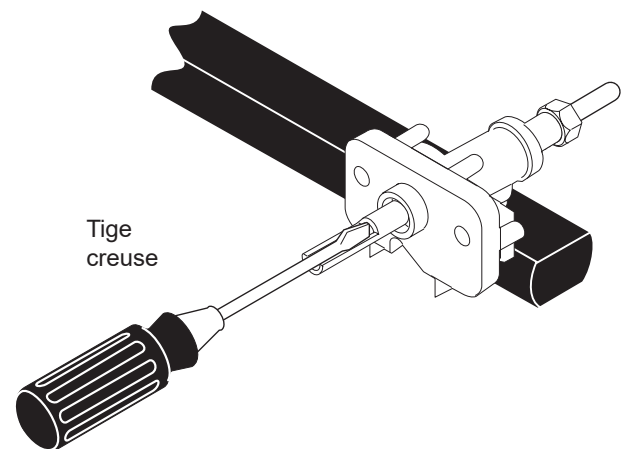

Figure 14
- Insérez un tournevis à lame étroite dans la tige creuse du robinet et tournez la vis à l'intérieur. La hauteur de la flamme peut être augmentée ou diminuée par le réglage de cette vis. Tournez vers la gauche pour augmenter la hauteur de la flamme. Tournez vers la droite pour la diminuer (Figure 14). Ajustez la flamme jusqu'à ce que le bouton de commande puisse être tourné rapidement de la position « LITE » (allumage) à la position la plus basse (« LOW ») sans que la flamme s'éteigne. La flamme doit être aussi petite que possible sans s'éteindre.